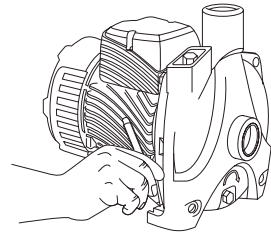

Figura 1.
1. Marcar los dos orificios para sujetar la Bomba Rotoplas al piso (ver Figura 1).